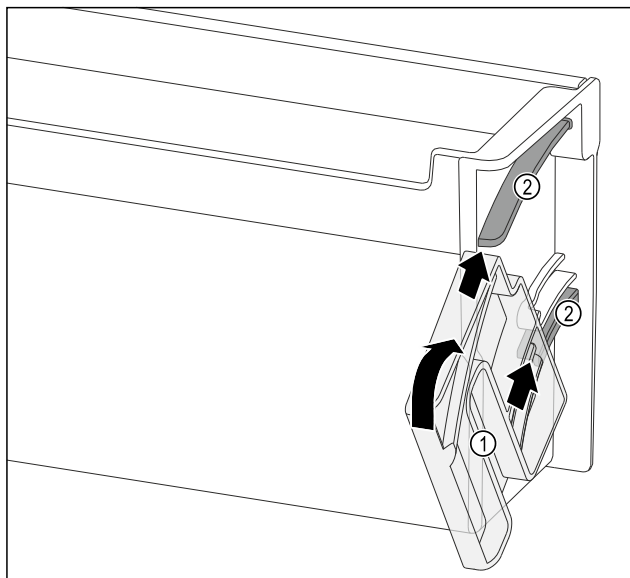

Fig. 126
- Позиционирайте завъртащото устройство Fig. 126 (1) така, че прорезите да са точно срещу направляващите канали Fig. 126 (2) на рафта на вратата.
- Завъртете завъртащото устройство Fig. 126 (1) в показаната посока.